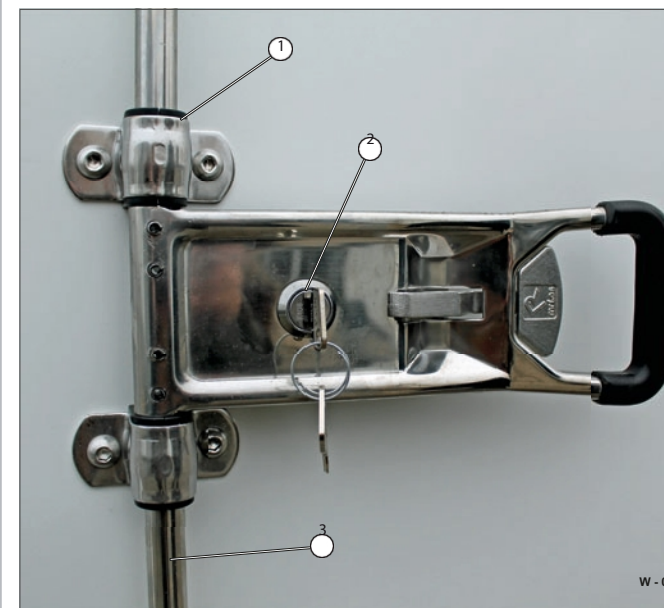

Fig. 6 Kontrollfunktion
- Kontrollera att lagerpunkterna (Fig. 6/1) inte är deformerade.
- Kontrollera cylinderlåsets funktion (Fig. 6/2).
- Kontrollera att torsionsstången (Fig. 6/3) inte är deformerad.